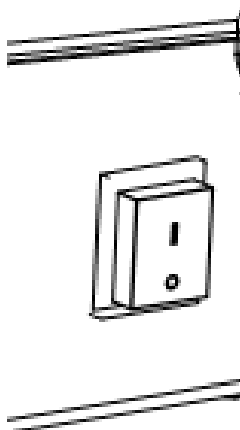

Figure 2
a. Placez l'interrupteur d'alimentation en position I et vérifiez que le ventilateur démarre correctement. (Fig. 2.)